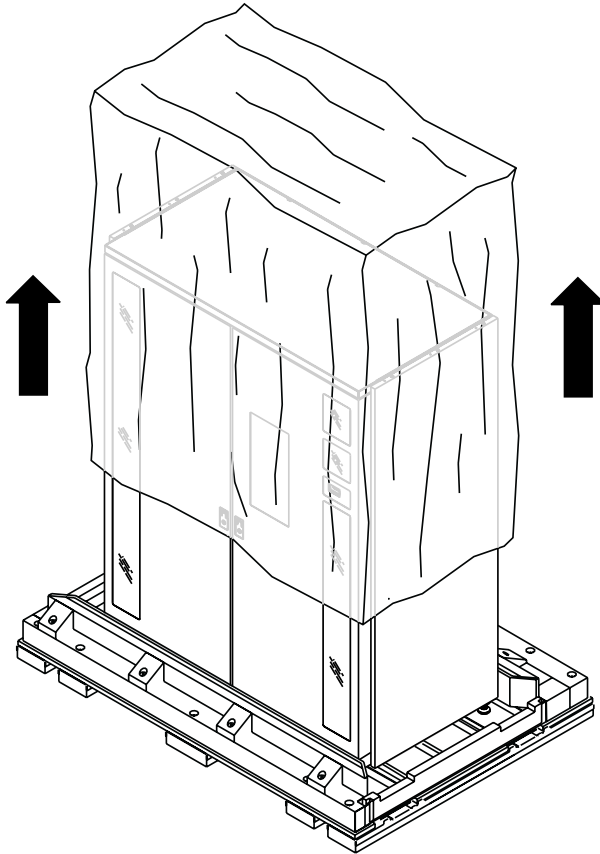

図4-9: 梱包袋の取り外し
2. 梱包袋を注意深く持ち上げて、ライブラリから外します（図4-9を参照）。